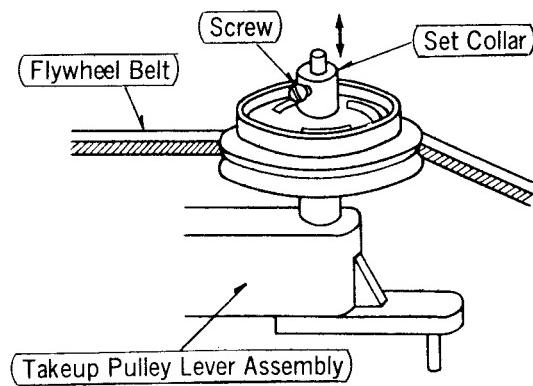

Fig. 6
Adjust by moving the set-collar (shown in fig. 6) in either of the directions shown by the arrow. If the tension is too high, upward; if too low, downward.
3. Si la tensión receptora supera estos límites, habrá que revisar las piezas que siguen. Quitar todo el aceite o polvo que haya podido adherirse a la correa de la rueda volante y al anillo de goma del banco de la bobina receptora. Regular moviendo el collar de ajuste (que se puede ver en la fig. 6) en una de las direcciones indicadas por la flecha. Cuando la tensión es demasiado alta, hacia arriba; cuando demasiado baja, hacia abajo.
3. Si la tension d'entraînement n'est pas comprise entre ces limites, vérifier les points suivants. Nettoyer la courroie du volant et la bague en caoutchouc du plateau de la bobine d'entraînement de l'huile et de la poussière qui pourraient y adhérer. Régler en déplaçant le collier de fixation (indiqué à la fig. 6) dans l'un ou l'autre des sens indiqués par la flèche. Le relever si la tension est trop haute, l'abaisser si elle est trop basse.